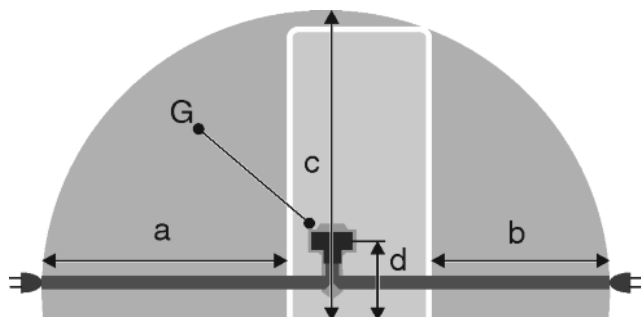

Fig. 48
- Gniazdo znajduje się poza tylną częścią urządzenia w podanym obszarze *Fig. 48 (a, b, c)*.
- Wtyczkę urządzenia *Fig. 48 (G)* podłączyć z tyłu urządzenia. Zwrócić uwagę na prawidłowe zażębenie.